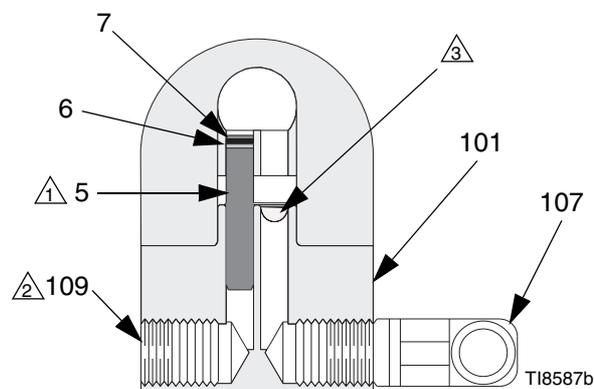

FIG. 1: Visning av ikke-sirkulerende oppsett (snitt-visning)
1. Se FIG. 1. Tilsett smøremiddel som forhindrer fastbrenning 222955 til gjengene og på de sidene av manifolden som kobles sammen (101), plugg (109), og rørstykkene (107), levert umontert.
2. Sett ett rørstykke (107) i den ene væskeporten på manifolden (101), og en plugg (109) i den andre porten.
3. Sett den interne pluggen (5) i pistolens væskeport, på samme side som pluggen for manifolden.
4. Væskens forsyningslinje kobles til rørstykket på manifolden (107).
5. Installer pistolen på manifolden ved å bruke de fire skruene (17). Start gjengene for alle de fire skruene, og stram skruene foran først, deretter strammes de bakre skruene til 7,3 N•m (65 in-lb).
-  Erstattes med en reduksjonsnippl (107) når den brukes i sirkulerende systemer.